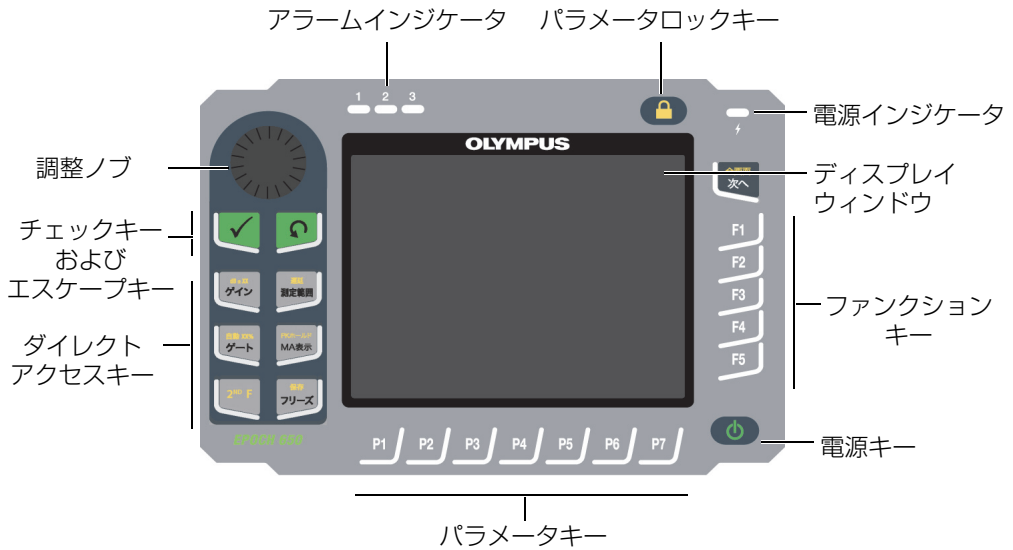
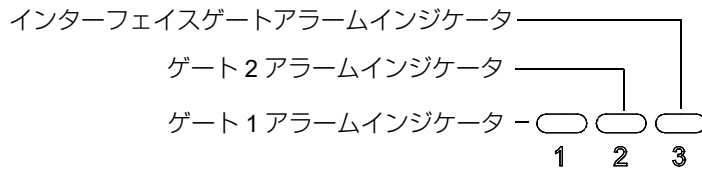

図 1-3 EPOCH 650 — 調整ノブの構成
図 1-15 アラームインジケータ
- 調整ノブ (33 ページの図 1-3 「EPOCH 650 — 調整ノブの構成」参照)
EPOCH 650 探傷器には、3 種類のアラームインジケータランプがあります (45 ページの図 1-15 「アラームインジケータ」参照)。インジケータは、前面パネルの表示画面ウィンドウの上にあります (33 ページの図 1-3 「EPOCH 650 — 調整ノブの構成」参照)。